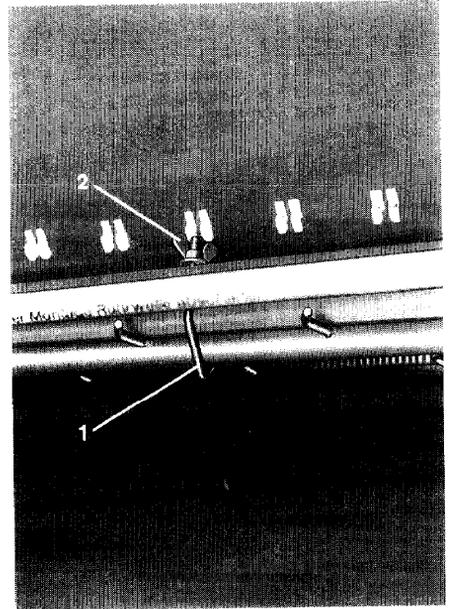

Fig. 50
- je 2 Hakenschrauben (Fig. 50/1, 51/7) in der Mitte jedes Rapseinsatzkastens zwischen Rührwelle und Rapseinsatzkasten montieren und mit Flügelmuttern (Fig. 50/2, 51/8) anziehen.